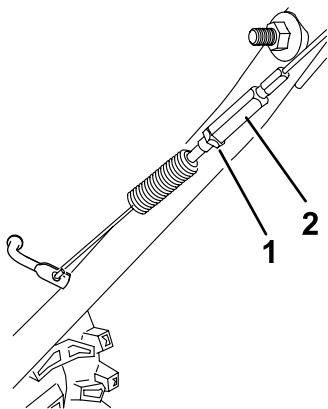

Рисунок 37
5. Ослабьте контргайку (Рисунок 37).
6. Ослабьте натяжение или подтяните винтовую стяжку для регулировки натяжения троса (Рисунок 37).